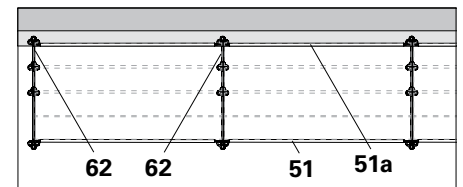

Abb. D1.06a
Zur Montage eines Innengeländers (51a) sind anstelle der Auflagen UC 33 (61) Konsolen ECM (62) mit Geländerpfosten zu montieren. (Abb. D1.06a)